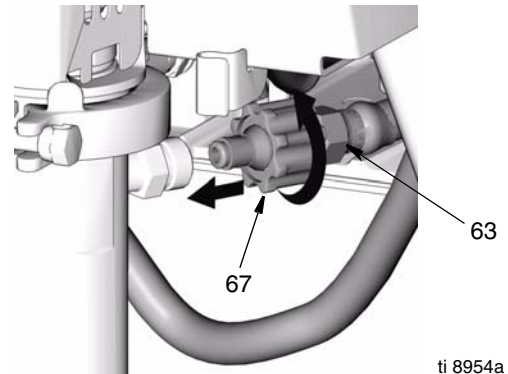

FIG. 19
7. (FIG. 19) Instale el racor de la manguera de pintura (190) y la manguera de pintura (63) en la conexión de la bomba.